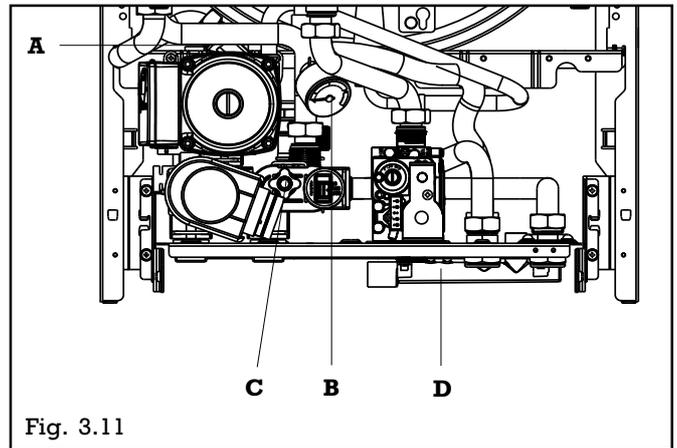

Fig. 3.11
- ouvrir de 2 ou 3 tours le bouchon du purgeur d'air automatique (A) (fig. 3.11)
- Dévisser le robinet de vidange de la chaudière (C) en maintenant en place le coude du flexible d'évacuation pour éviter qu'il se déboîte, l'eau s'écoulera par le collecteur d'évacuation (D) (fig. 3.11)